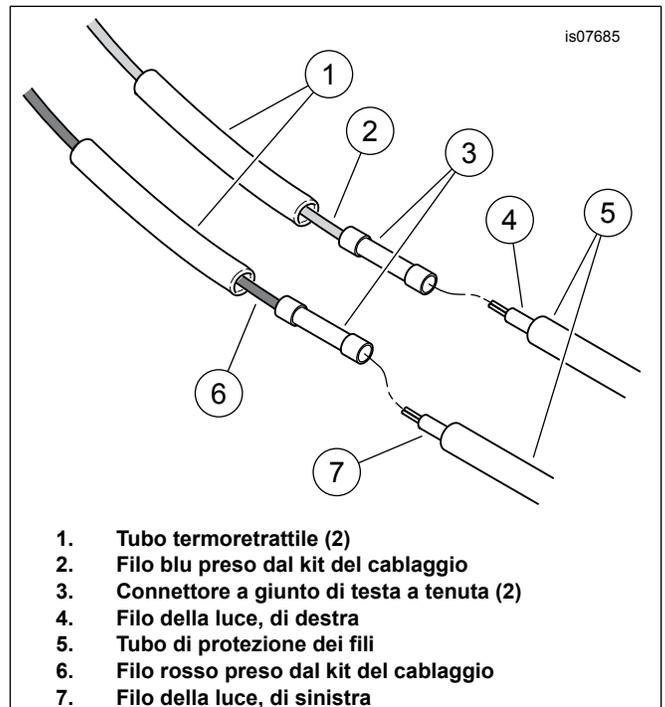

Figura 4. Collegamento dei fili della luce al nuovo cablaggio
12. Procurarsi dal kit un pezzo di tubo termoretrattile (13) e un connettore a giunto di testa a tenuta (14). Vedere Figura 4. Far scivolare il tubo termoretrattile (1) sul filo blu (2) del cablaggio. Giuntare il connettore a giunto di testa a tenuta (3) al cavo usando una pinza per giuntaggio Packard (N° codice HD-38125-8) o equivalente.
13. Portare il filo della luce destra (4) al connettore. Accorciare il filo, lasciando circa 25 mm (1 in) di filo oltre il connettore a giunto di testa. Tagliare il tubo di protezione dei fili (5) a circa 38 mm (1.5 in) dall'estremità del filo.